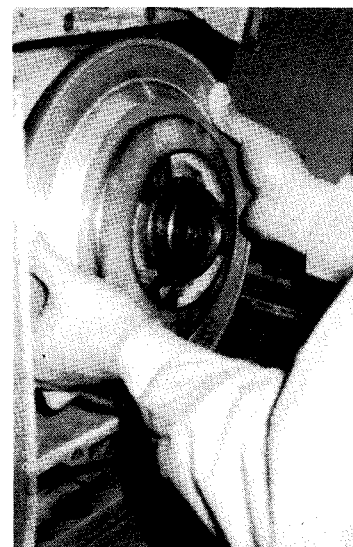

図1-19
- (2) 砥石を軸にはめ込む。
- ・砥石を両手でしっかりもって、フランジを砥石軸にぶつけないように注意してはめ込む（図1-19）。